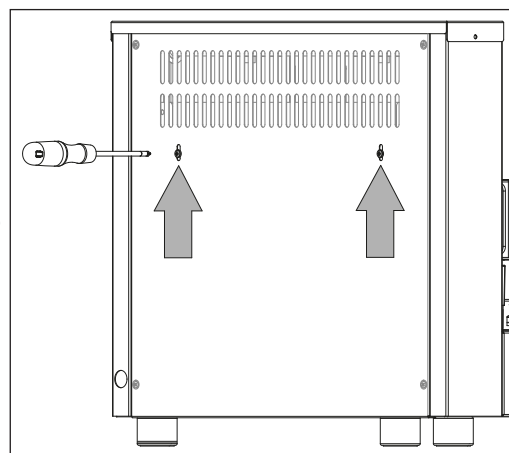

Fig. 1
- Avant d'installer l'appareil, retirer les deux vis de fixation situées sur l'arrière de celui-ci (fig. 1).